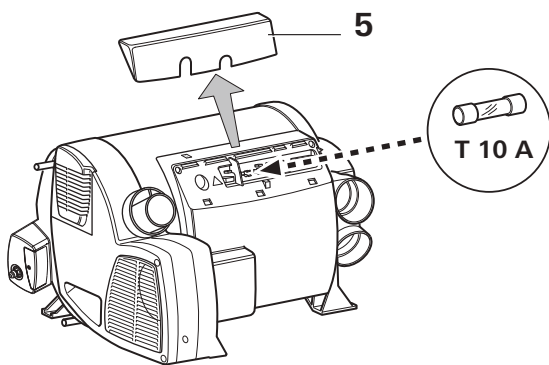

Fig. 8
- Al separar o volver a colocar la tapa de conexión (Fig. 8 – 5), tenga cuidado de no desplazar ni pellizcar los cables de conector.